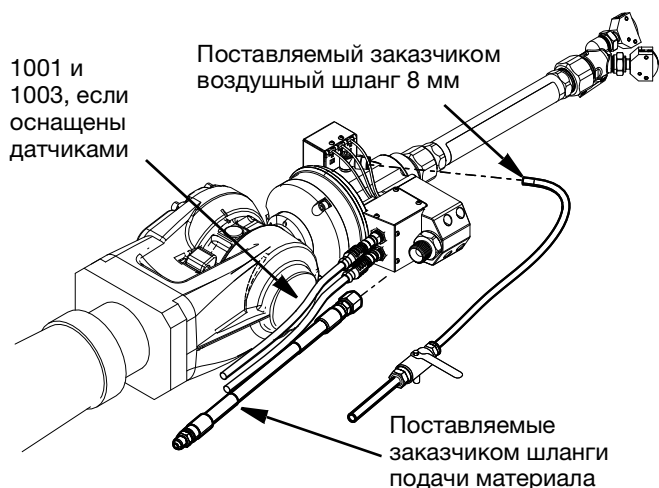

Рис. 10
4. Отсоедините кабельные разъемы, открутив фитинги на 5-контактном кабельном разъеме (1001) и 8-контактном кабельном разъеме (1003), если они используются. См. Рис. 10.